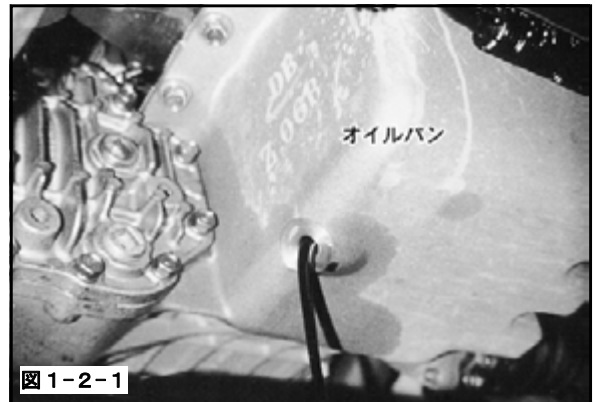

図 1-2-1
(1) オイルパンからオールドレンプラグを取外し、オイルを抜いてください。(図1-2-1)